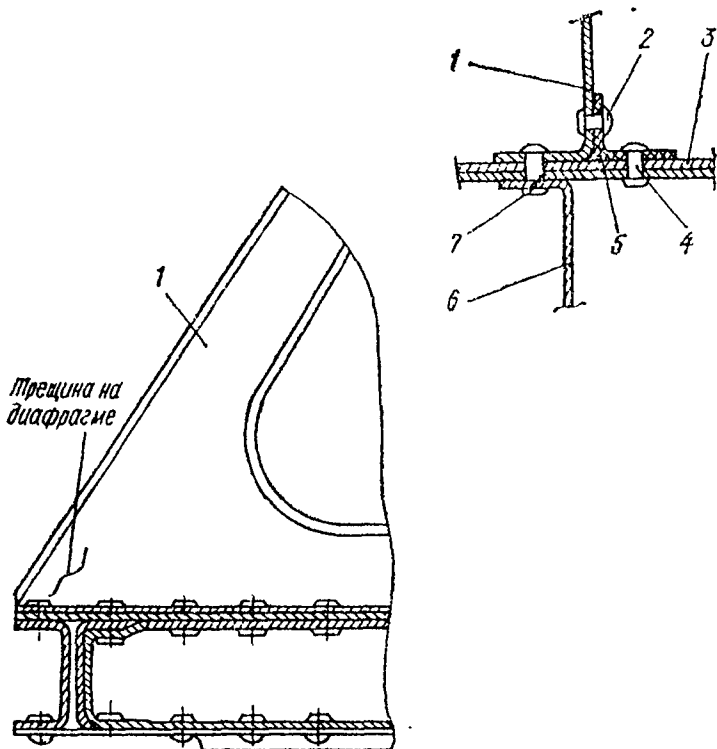

Рис. 4.33 Ремонт диафрагмы.
4. Трещины в диафрагме около места крепления диафрагмы к раме (зона I) засверлите сверлом \varnothing 5 мм и установите усиливающую накладку (рис. 4.33). Шаг заклепок 30 мм.